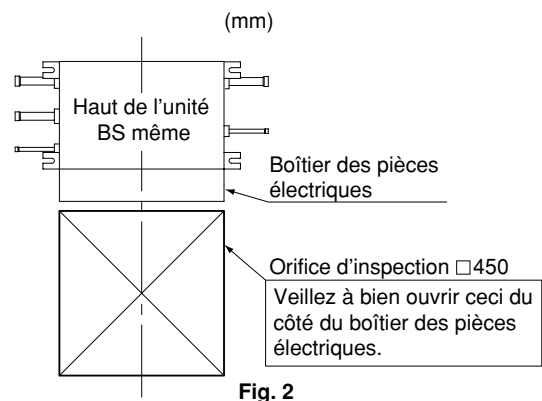

Fig. 2
- Emplacements où un orifice d'inspection (**Reportez-vous à la Fig. 2**) peut être installé du côté du boîtier des pièces électriques (Reportez-vous à la Remarque).